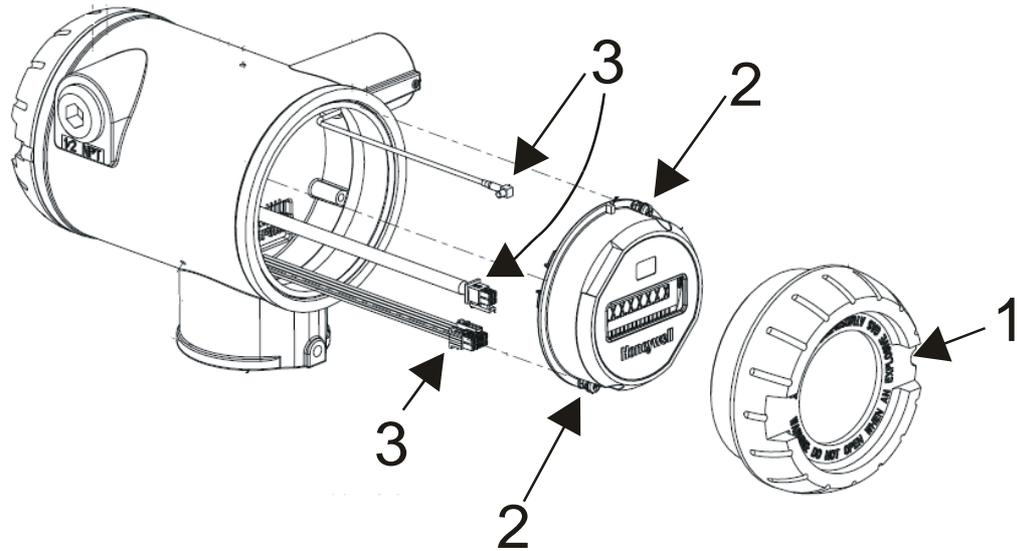

Figura 9 Remoção e substituição de módulo do sensor
2	Solte a trava M3 parafuso de fixação no display de extremidade da tampa. Ver item 1 na Figura 9. Desparafuse e remova a tampa de ponta.
3	Desaperte os dois parafusos no módulo do sensor. Ver item 2 na Figura 9.
4	Desconecte cada conector no módulo do sensor. Ver item 3 na Figura 9.